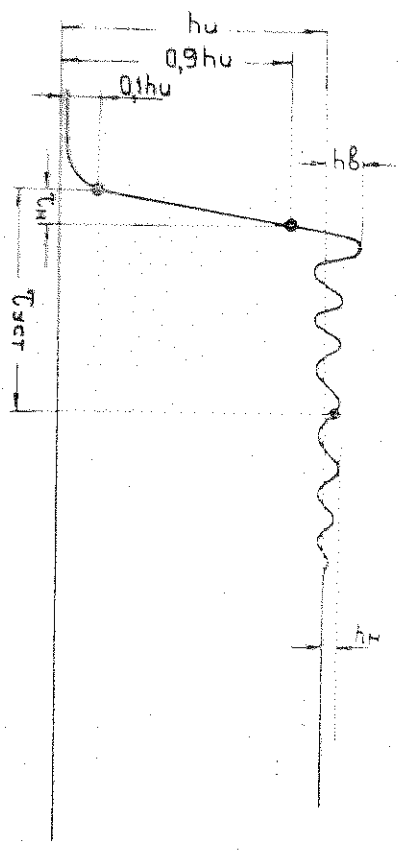

Рис. 19. Измерение времени нарастания, выброса, неравномерности (до 20 мс) и времени установления переходной характеристики.
12.3.3а. Время нарастания переходной характеристики (рис. 19) проверяется путем подачи на вход А осциллографа через аттенюатор импульса генератора И-15. Частота следования импульса 100 кГц. Измерение проводится в следующем порядке.
12.3.37. Неравномерность установившегося значения переходной характеристики (рис. 19) проверяется путем подачи на вход А осциллографа импульса с генератора И-15. Частота повторения импульса 100 кГц.